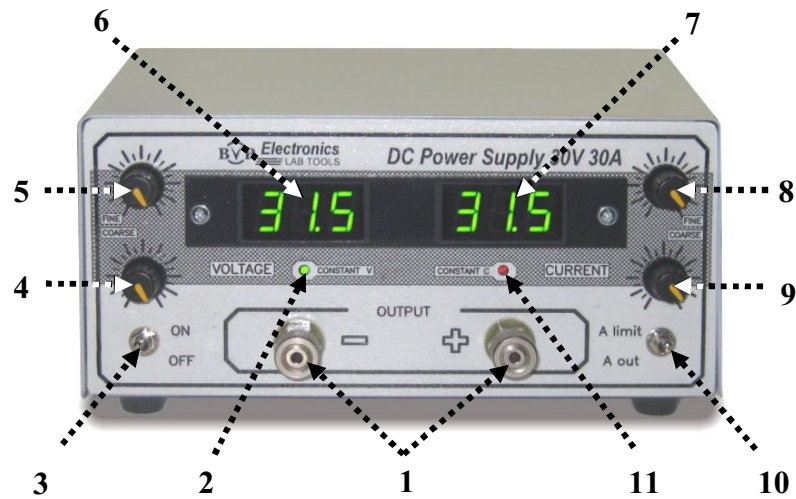

Рис. 2. Расположение органов управления на передней панели источника питания
На передней панели источника питания размещены оперативные органы управления, два цифровых индикатора встроенных измерительных приборов вольтметра и амперметра, световые индикаторы режима работы и выходные клеммы. На рис. 2 показан внешний вид передней панели прибора и расположение на ней всех органов управления и индикации.
- 8.1 Включите источник питания без нагрузки (переместив тумблер 3 (рис.2) в положение "ON").